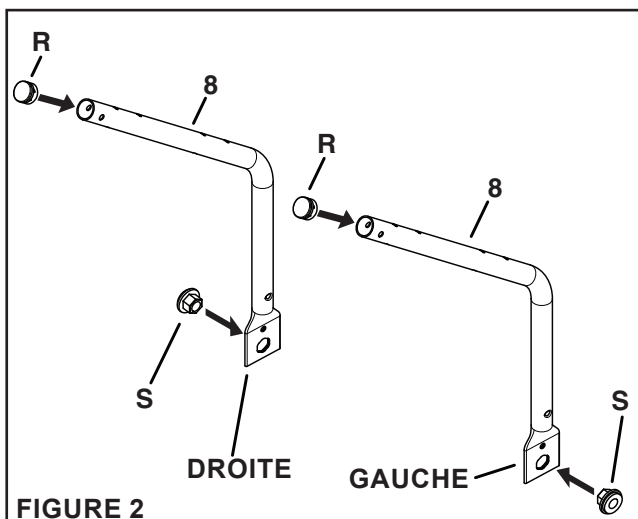

FIGURE 2
Étape 2: (Voir la figure 2)
1. Insérez les bouchons (R) aux extrémités des tubes de trémie (8) à l'aide d'un maillet en caoutchouc si nécessaire.
2. Insérez les roulements hexagonaux à bride (S) dans les trous des tubes de support de trémie (8) comme illustré ci-dessous.